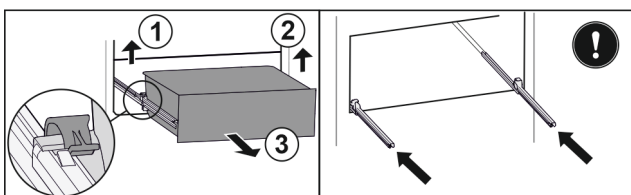

Fig. 96
- ▶ Dvignite levo spojko in hkrati povlecite predal levo naprej. Fig. 96 (1)
- ▶ Dvignite desno spojko in hkrati povlecite predal desno naprej. Fig. 96 (2)
- ▶ Predal vzemite ven v smeri naprej. Fig. 96 (3)